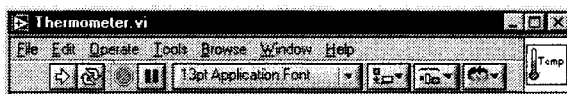

Рис. 5.22
2. Создайте иконку для ВП. Щелкните правой кнопкой мыши в поле иконки на лицевой панели и выберите опцию меню **Редактировать иконку**, чтобы открыть Редактор иконки. Используйте инструменты, описанные в разделе 5.4.1, для создания иконки; затем щелкните по кнопке **ОК** для возврата к виртуальному прибору. Ваша иконка появится в правом верхнем углу прибора, как это показано на рис. 5.22.